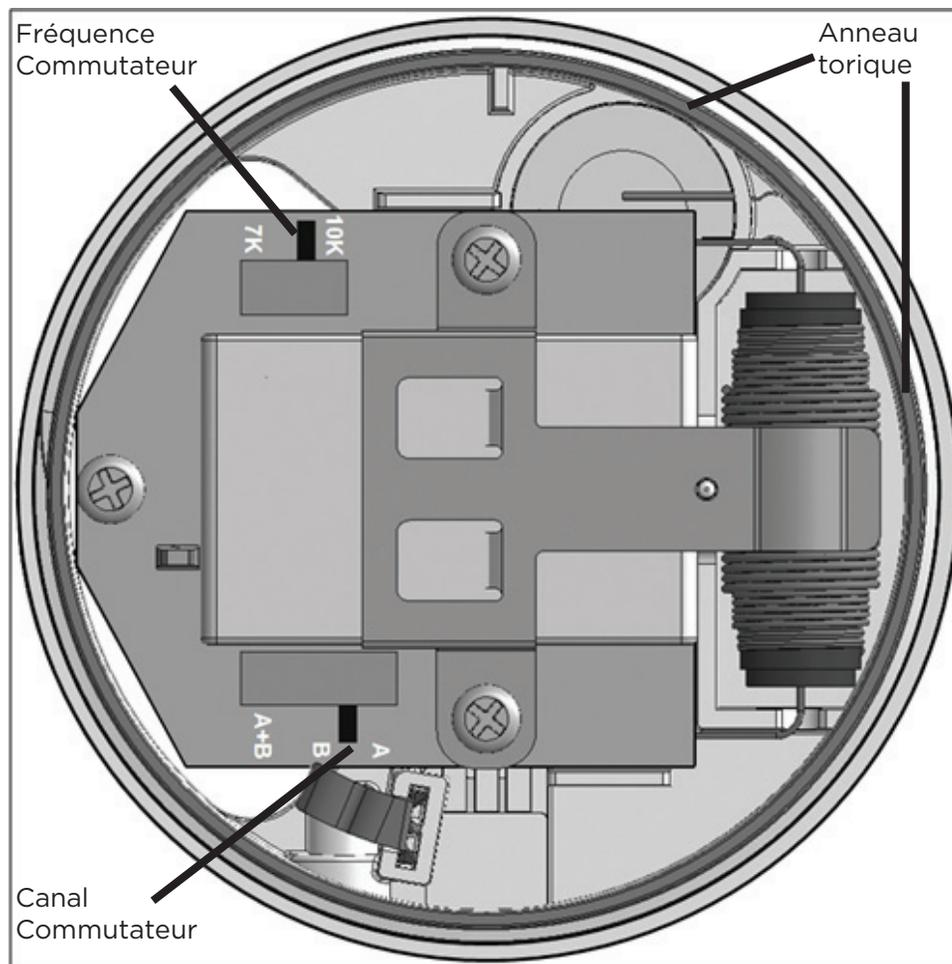

Figure 1
3. Déterminez l'emplacement du commutateur pour définir le canal, soit (A), (B) et (A+B) (Figure 1).
Remarque : Assurez-vous que l'anneau torique du compartiment supérieur est bien en place dans le canal avec de remettre le couvercle. Tout manquement à cette consigne pourrait entraîner la pénétration d'humidité et la défaillance de l'appareil (Figure 1).